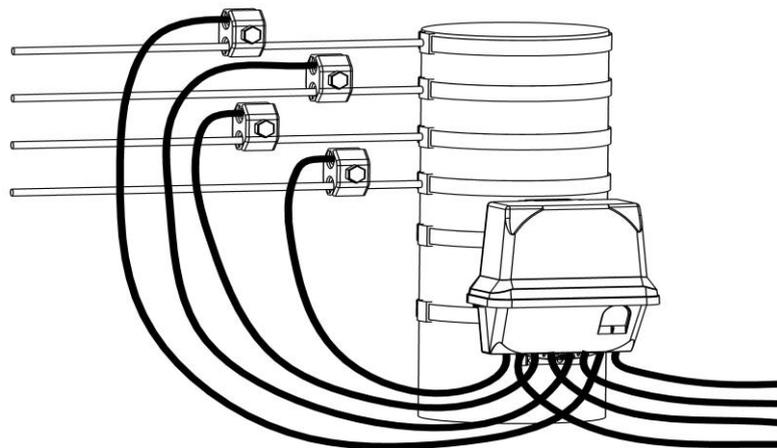

Рисунок 23 - Подключение счетчика в корпусе SPLIT с использованием прокалывающих зажимов
4.3.2.4 Если выбран способ монтажа счетчика в корпусе SPLIT с помощью прокалывающих зажимов (рисунок 23), то до монтажа счетчика необходимо приготовить отрезки СИП кабеля с закрепленными прокалывающими зажимами. С другого конца кабеля зачистить, обжать так, как описано ниже в данном пункте и закрепить в колодке счетчика. Проверить соответствие данных прокалывающих зажимов сечению и типу проводов.